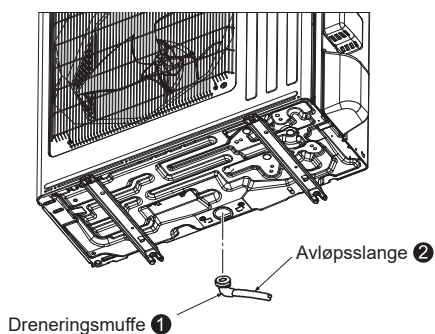

Fig. 4-1
4. Avtappingsrør for utendørsenhet (Fig. 4-1)